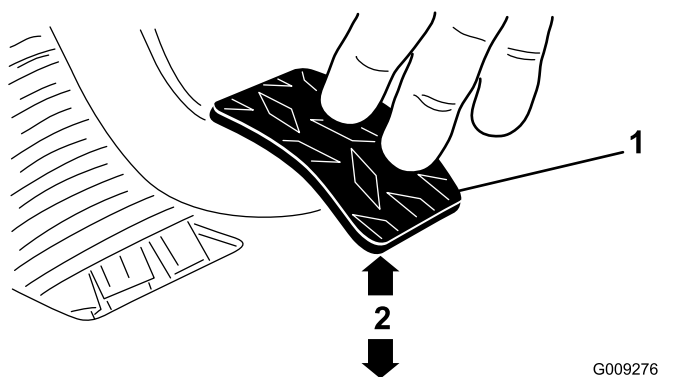

Figure 64
3. Ajustez les écrous de blocage ou la rotule jusqu'à ce que le bord arrière de la pédale d'embrayage soit de 9,2 à 9,8 cm (3⁵/₈ à 3⁷/₈ po) du haut du plancher quadrillé quand vous appliquez une force de 1,8 kg (4 lb) sur la pédale (Figure 64).